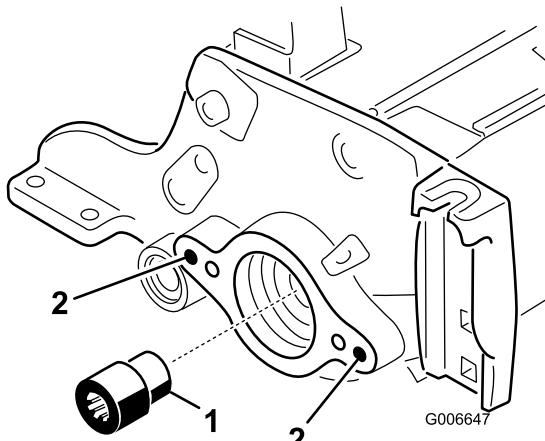

Figura 22
19. Usando la Herramienta para el eje del molinete, retire el inserto acanalado del extremo del motor del eje del molinete (Figura 22). Utilice la herramienta para el eje de transmisión del molinete, Pieza TOR4112, en los modelos 03665 y 03666, y la herramienta del eje de transmisión del molinete, Pieza TOR4074, en los modelos 03685 y 03686. Limpie toda la grasa del taladro roscado donde estaba el inserto acanalado.
20. Instale el inserto acanalado nuevo (más largo) en el eje del molinete (Figura 22). Aplique Loctite azul a la rosca del inserto antes de la instalación. Apriete a 116-129 N·m.